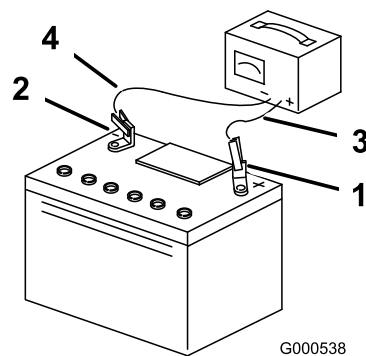

Figura 34
4. Quando la batteria è completamente carica, staccate il caricabatterie dalla presa elettrica e scollegate i cavi di ricarica dai poli della batteria (Figura 34).